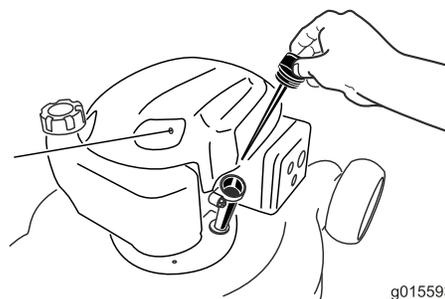

Figura 5
2. Retire a vareta do óleo (Figura 5).